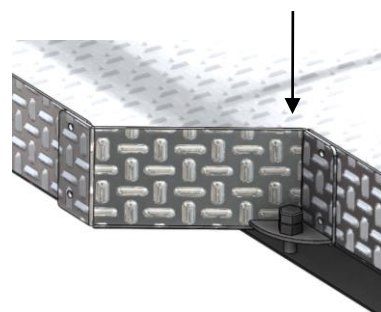

Рис.3
6. Отрегулировать резиновые упоры (вывернуть или завернуть рукой) таким образом, чтобы они упирались в закрытый задний борт грузового отсека. Ввернуть болты-ограничители. (рис.3). Закрыть задний борт. **ВНИМАНИЕ!** Запрещена эксплуатация платформы с открытым задним бортом!